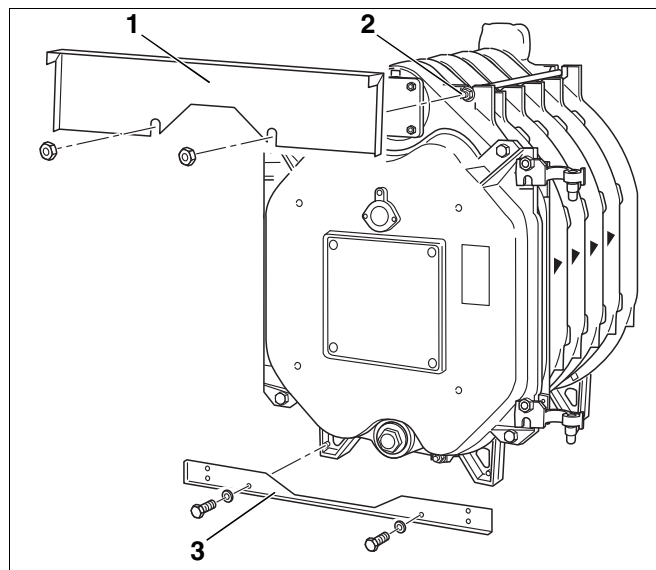

Рис. 30 Установка передних траверс
- К двум верхним анкерным штангам на передней стороне котла слегка накрутить по дополнительной гайке (рис. 30, **поз. 2**).
- Установить поперечную траверсу сверху спереди (рис. 30, **поз. 1**) между первой и второй гайками и зафиксировать на литых выступках.
- Закрепить двумя болтами поперечную траверсу внизу спереди (рис. 30, **поз. 3**) к ножкам передней секции котла.